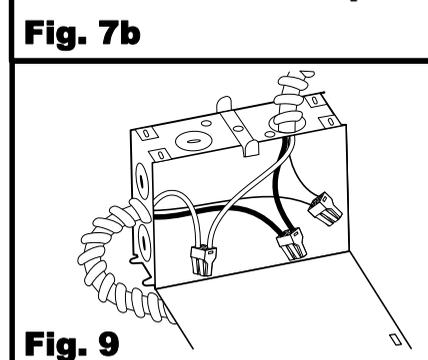

Fig. 9
4. Retirez la gaine du câble sur une longueur d'au moins 7,62 cm et enlevez le plastique ou l'enveloppe de papier. Dénudez l'extrémité des fils d'alimentation sur une longueur d'environ 9,5 mm. À l'aide des connecteurs de fils, effectuez les connexions électriques suivantes à l'intérieur de la boîte de jonction [Fig. 9]: